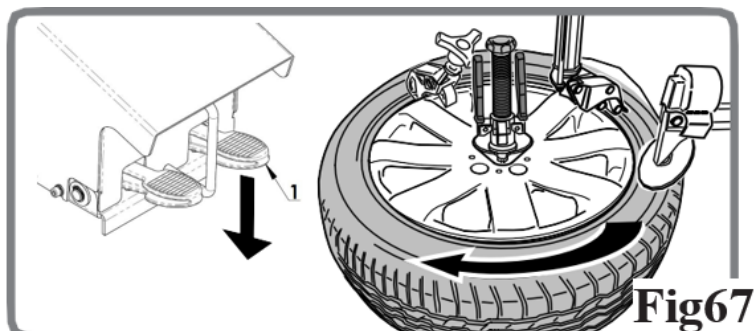
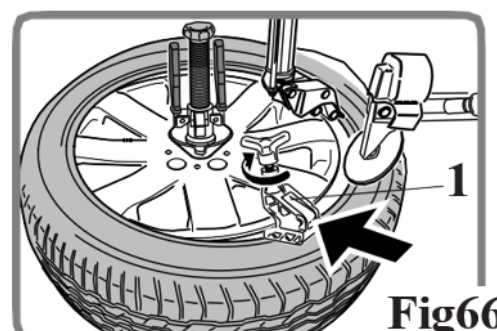

Fig67
Fig66
- Anbring klemmen (1, Fig66) i det rum, der er skabt af dækktrykkerskiven. Start rotationen (1, Fig67) for at montere dæksiden, indtil klemmen er tæt på værktøjet.
- Den første dækside monteres som sædvanligt. For at montere den anden dækside placeres det bevægelige værktøj som under søgningen ved afmontering (Fig72). Dette reducerer spændingerne og giver mere plads til dækket. De følgende operationer, illustreret fra Fig66 og frem, forbliver uændrede.